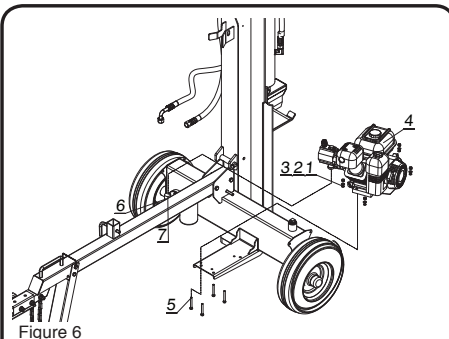

Figure 6
2. Attachez le tuyau clair d'huile (n° 7) au bas de la pompe d'engrenage et fixez-la avec la bride (n° 6). (Voir fig. 6)